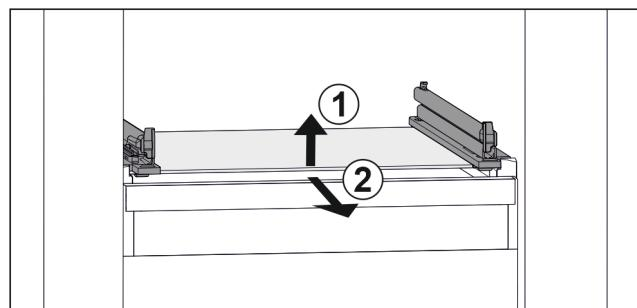

Fig. 149 Приближене відображення скляної пластини
- Підняти скляну панель спереду. Fig. 149 (1)
- Вийняти скляну панель рухом вперед. Fig. 149 (2)